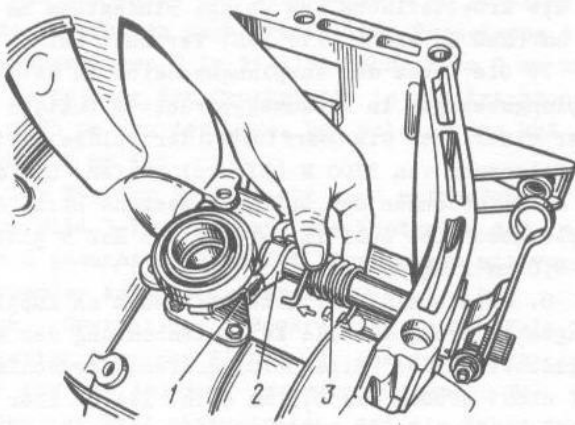

Bild 3-12. Einsatz der Feder der Kupplungsaustrückwelle;
- Bohrungen in Flansch 1 (Bild 3-12) des Lagers und in Hebel 2 der Welle in Übereinstimmung bringen und Feder entsprechend Darstellung in Bild 3-12 andrücken sowie das lange Ende der Feder 3 in die zusammengepaßten Bohrungen des Lagerflansches und des Hebels stecken;